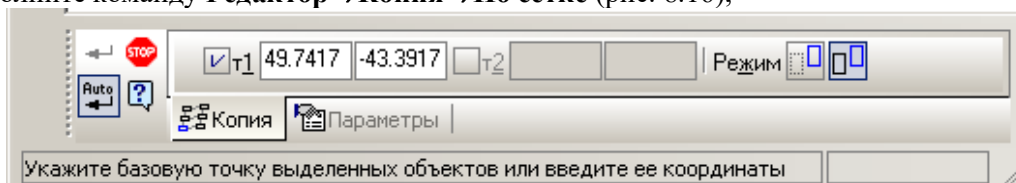

Рис. 8.16. **Панель свойств** операции **Копия по сетке**.
- 2) выполните команду **Редактор⇒Копия⇒По сетке** (рис. 8.16);